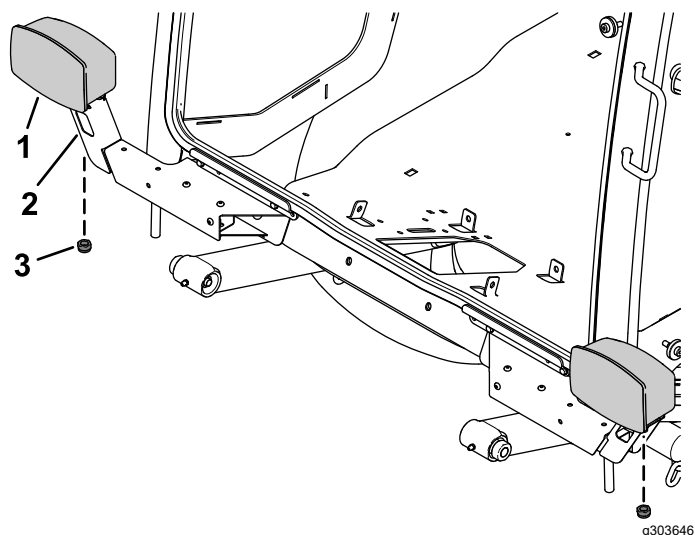

Figure 16
- Fixez les blocs d'éclairage gauche et droit sur les supports gauche et droit à l'aide de l'écrou hexagonal de chaque bloc (Figure 16).